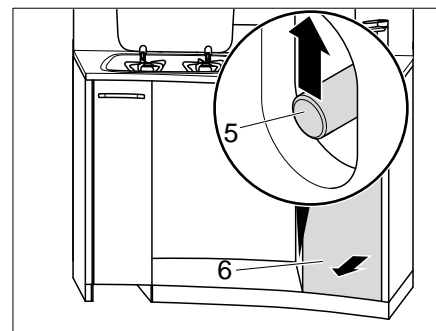

Bild 128 Hohe Küchenschublade entriegeln
- Durch die Öffnung greifen und Schubstange (Bild 128,5) nach oben schieben.